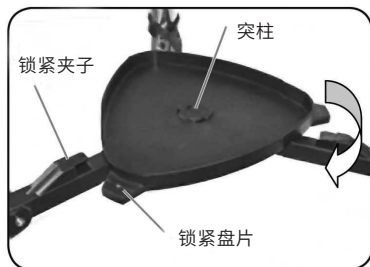

图 2-1
2. 将附件盘放置在三脚架腿之间的支撑支架上。（见图 2-1）